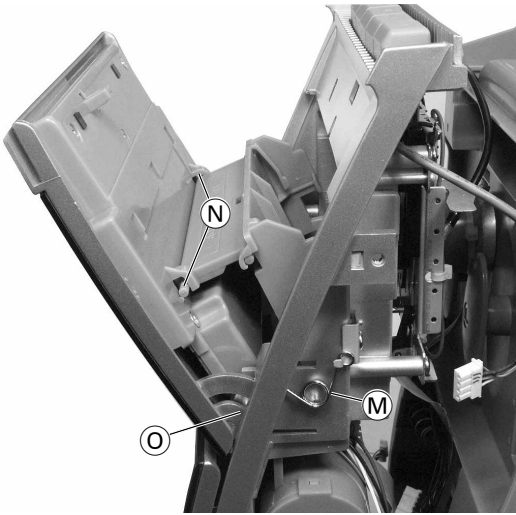

Fig. 13
- Feder **M** (Fig. 13,14) aushängen.
- Cassettenschacht-Mitnehmer **N** (Fig. 13) aushängen.
Bedienteil aushängen **O** (Fig. 13).
- Unhook spring **M** (Fig. 13,14).
- Unhook the cassette shaft carrier **N** (Fig. 13).
Unhook the operating part **O** (Fig. 13).